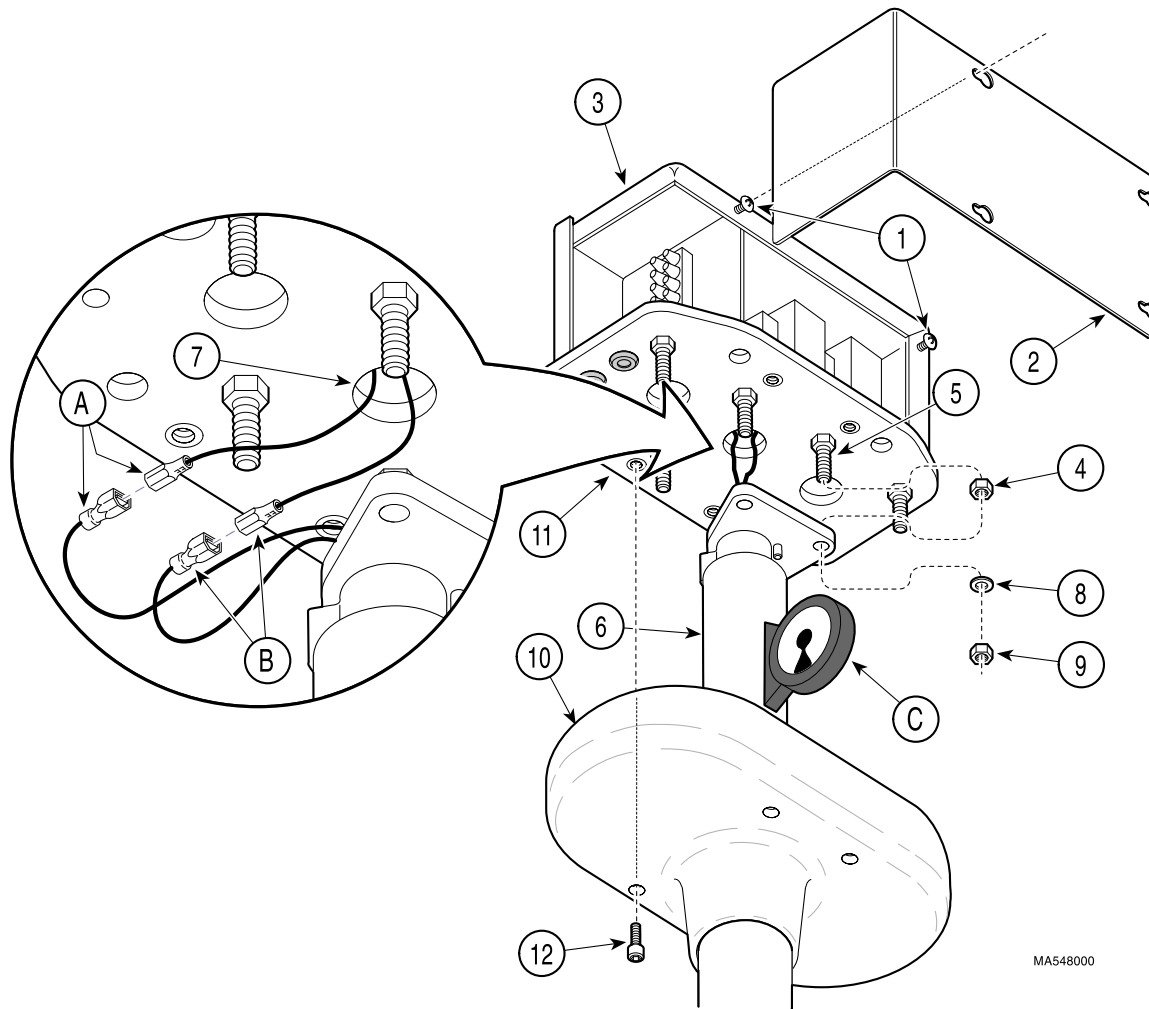

Figura 6. Instalación del tubo descendente
- (2) Aflojar los cuatro tornillos, sin llegar a extraerlos (1, figura 6). Tirar, a continuación, hacia afuera la cubierta de la caja (2) y extraerla de la caja de empalmes (3).
- (3) Instalar la pieza de montaje de canalización (suministrada por el cliente) en el agujero ciego de la caja de empalmes (3).
- (12) Avanzar los cables de salida marrón y azul del transformador fuera del orificio para cables (7, figura 6) que se encuentra en la parte inferior de la caja de empalmes.
- (13) Colocar la tapa de la caja (2) sobre la caja de empalmes (3) y fijar la misma apretando los cuatro tornillos (1).
- (1) Enroscar tres tuercas hexagonales de 3/8 pulg. x 16 (4, figura 6) (se suministran) en los tres pernos (5) hasta que queden apretados a mano; a continuación, desenroscar cada tuerca una vuelta completa.
- (2) Colocar el tubo descendente (6) cerca del orificio para el cable (7).
- (3) Conectar el cable marrón (A) de la caja de empalmes (3) al cable marrón (A) del tubo descendente (6).
- (4) Conectar el cable azul (B) de la caja de empalmes (3) al cable azul (B) del tubo descendente (6).
- (5) Instalar el tubo descendente (6) en los tres pernos (5) y fijar el mismo con tres arandelas de retención de 3/8 pulg. (8) y tuercas hexagonales de 3/8 pulg. x 16 (9) (se suministran).